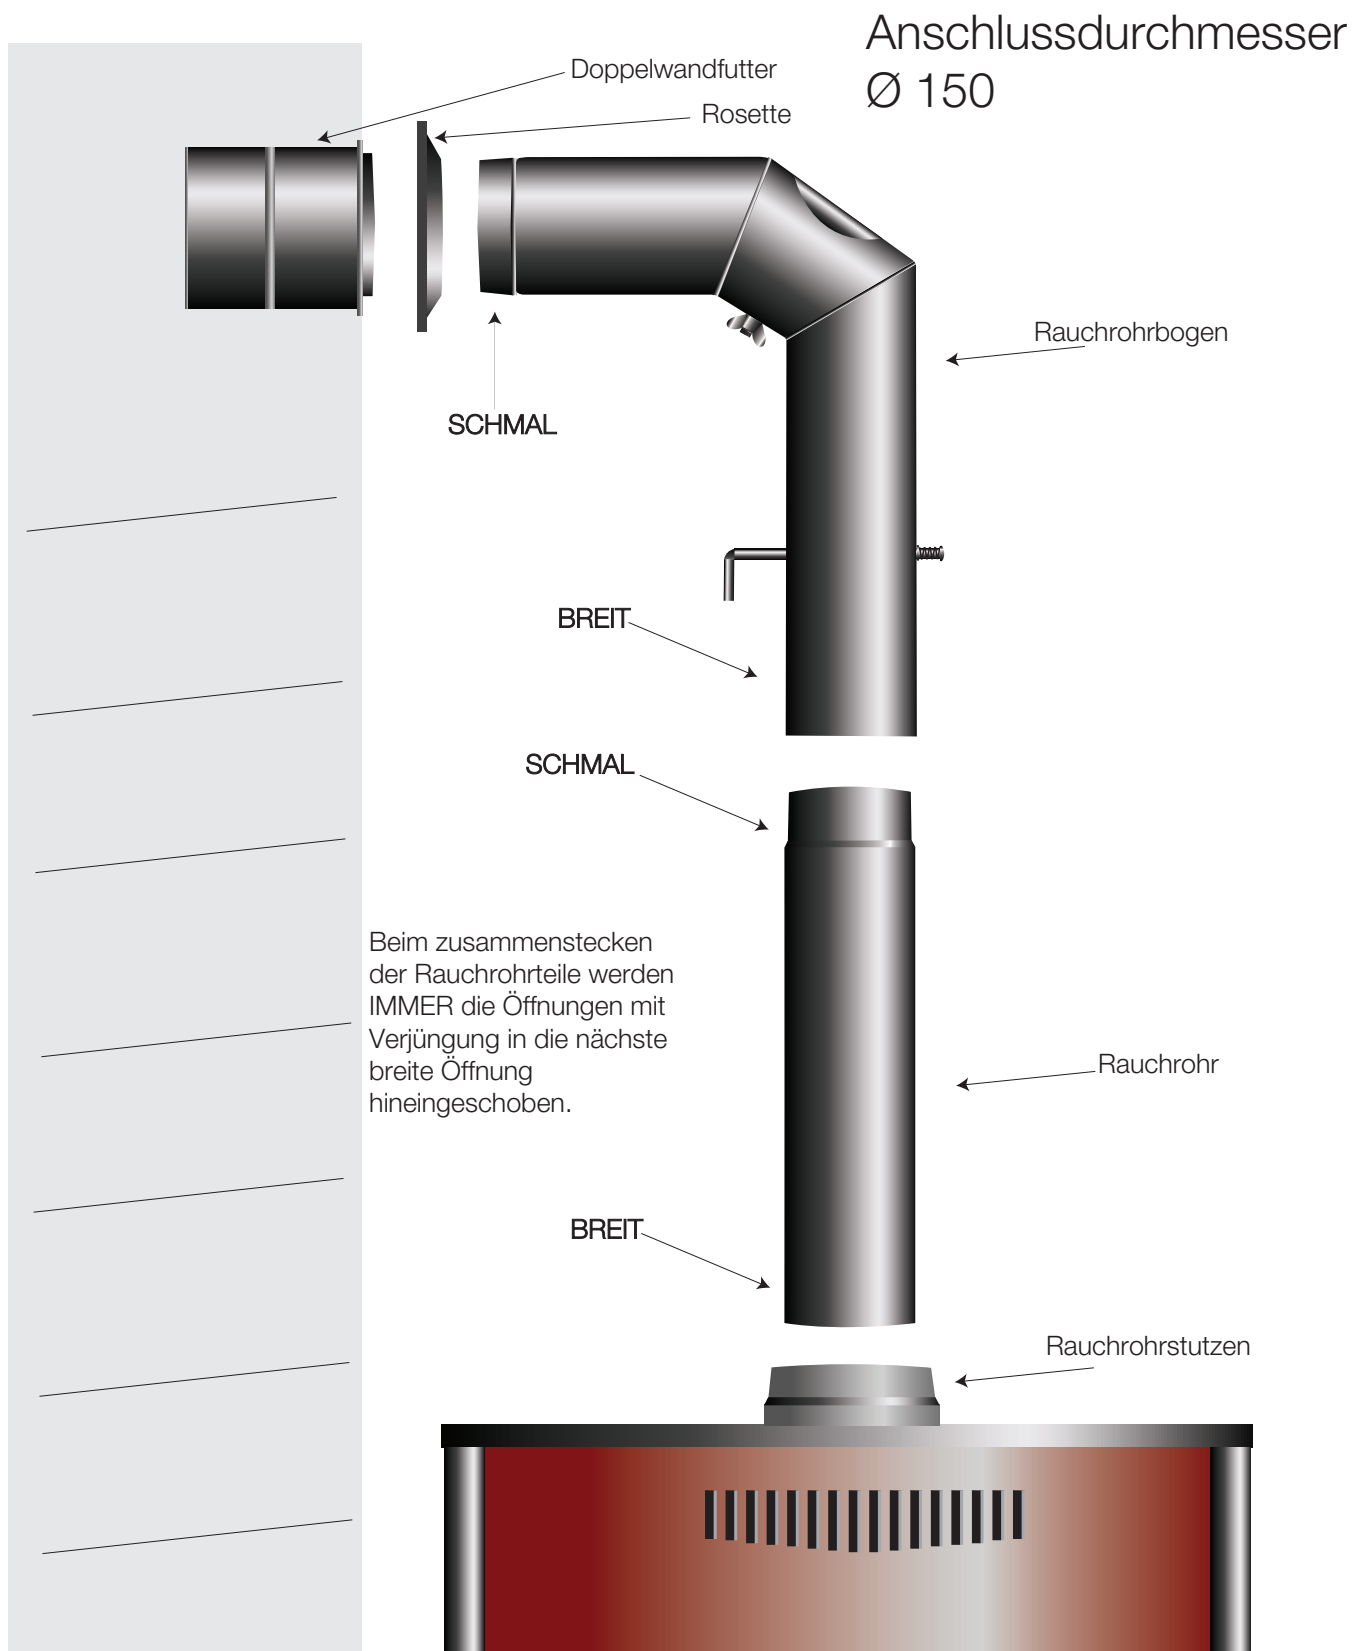

Abbildung 1 Rauchrohranschluss
2. Abbildung 1 Anschluss des Kaminofens an den Schornstein	Seite 4